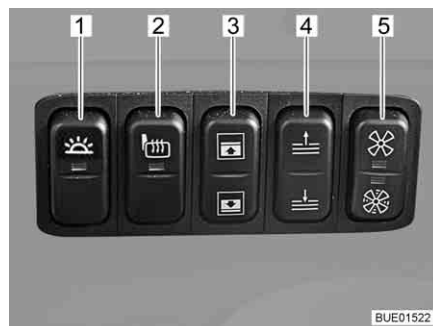

Fig. 33 Pannello degli interruttori Grand Panorama
- Premere l'interruttore (Fig. 33,1) sul pannello degli interruttori.
- Premere di nuovo l'interruttore (Fig. 33,1) sul pannello degli interruttori
- Premere l'interruttore (Fig. 33,2) sul pannello degli interruttori. La spia di controllo nell'interruttore indica il funzionamento.
- Premere la metà superiore o inferiore dell'interruttore (Fig. 33,4) sul pannello degli interruttori. Finché si tiene premuto l'interruttore, il parasole si sposta verso l'alto o verso il basso.
- Premere la metà superiore o inferiore dell'interruttore (Fig. 33,3) sul pannello degli interruttori. Finché si tiene premuto l'interruttore, l'oscurante del parabrezza si sposta verso l'alto o verso il basso.
- Premere la metà superiore dell'interruttore (Fig. 33,5) sul pannello degli interruttori. Una ventola soffia aria del riscaldamento dell'abitacolo sul parabrezza (stadio 1).
- Premere la metà inferiore dell'interruttore (Fig. 33,5) sul pannello degli interruttori. Una ventola soffia aria del riscaldamento dell'abitacolo sul parabrezza (stadio 2).